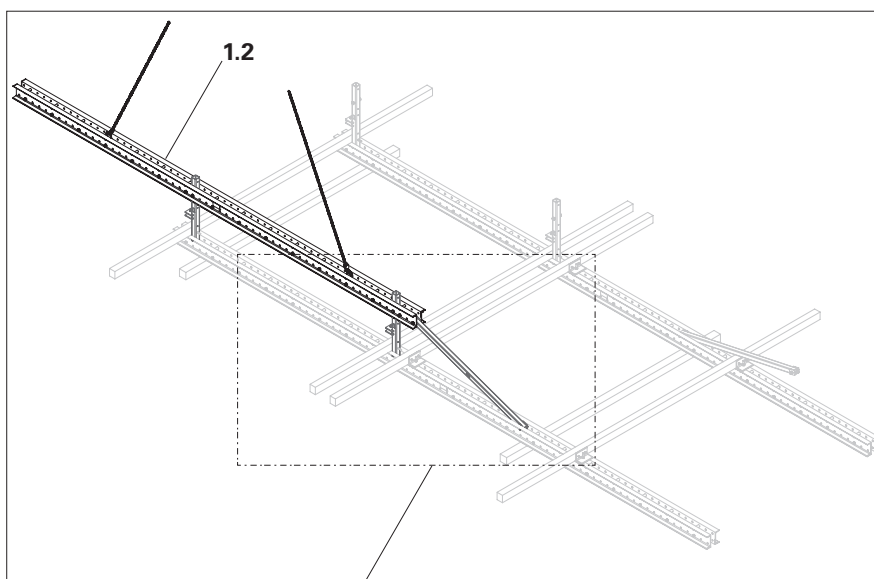

Fig. C1.08
2. Avvitare saldamente il montante parapetto di protezione sulla traversa con i bulloni M24 x 130 (**94**) e i dadi M24 (**95**). (Fig. C1.08)
4. Abbassare il puntone diagonale inferiore (**12**) e fissarlo al montante parapetto di protezione (**1.2**) con il bullone (**94**) e il dado (**95**). (Fig. C1.08 – C1.08a)